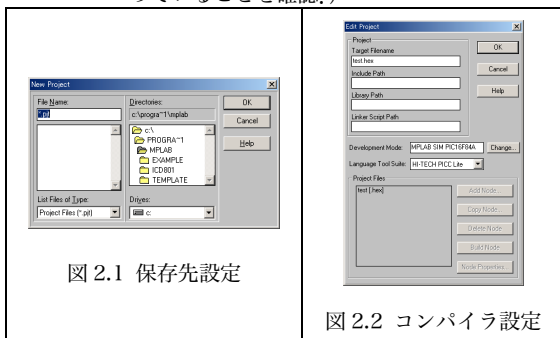
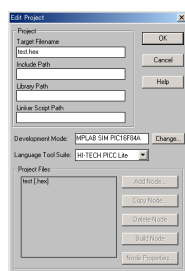

図 2.1 保存先設定
図 2.2 コンパイラ設定
- 新規プロジェクトの作成。「Project」の「New Project」を選択する。図 2.1 で保存先を選択し、File Name にファイル名を入力する（拡張子は.pjt）。図 2.2 で「Development Mode」→MPLAB SIM PIC16F84A を選択。「Language Tool Suite」→HI-TECH PICC Lite を選択。（「Project」→「Install Language Tool」を開き、Language Suite が HI-TECH PICCLite, Tool Name が PICC Lite Compiler, Executable が C:\PICCLITE\BIN \PICL.EXE になっていることを確認。）